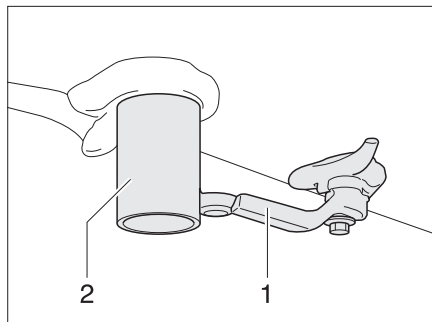

Fig. 147 Bec d'écoulement des eaux usées et robinet de vidange
- Placer un récipient approprié sous le bec d'écoulement d'eau (Fig. 147,2) ou le véhicule avec le bec d'écoulement au-dessus d'un point d'élimination spécialement prévu à cet effet.
- Ouvrir le robinet de vidange (Fig. 147,1). Les eaux usées s'écoulent.